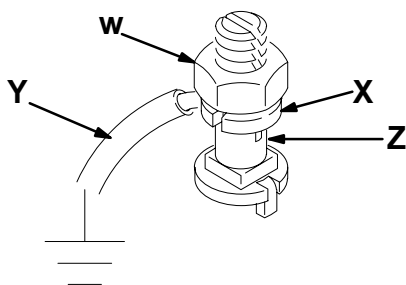

Fig. 2
1. *Pompa*: collegare il filo di terra ed il morsetto ad una messa a terra efficace come mostrato nella Fig. 2.
- a. Allentare il controdado dello spinotto di terra (W) e della rondella (X).
- b. Inserire un'estremità di un filo di terra (Y) con una sezione minima di 1,5 mm2 nel solco dello spinotto (Z) e serrare fermamente il controdado.